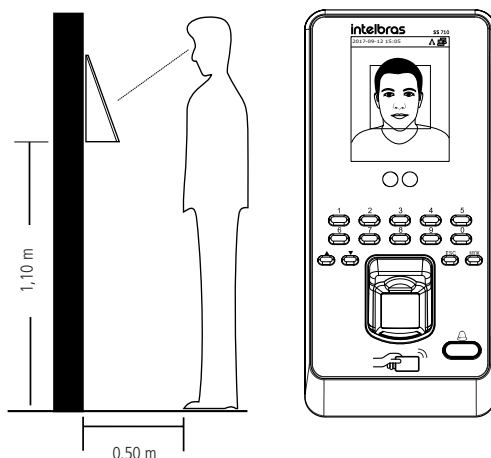

Figura 1
5. Disponha a pessoa a ser cadastrada à frente do equipamento, posicionando a face no centro da área verde, conforme a figura 1: